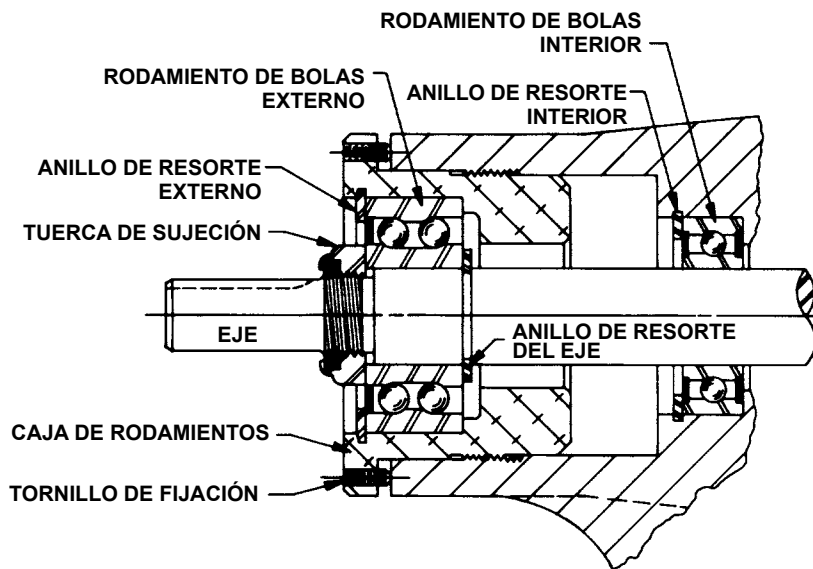

FIGURA 9 – CONJUNTO DE RODAMIENTOS DE EMPUJE DE LOS TAMAÑOS G, GG, H, HJ Y HL
6. Inserte una barra de bronce o un pedazo de madera dura en la abertura del puerto y entre los dientes del rotor para evitar que el eje dé vueltas. Gire la tuerca seguro en sentido contrario al de las agujas del reloj y retire la tuerca seguro. Consulte la **figura 9 ó 10** de la página 6.
7. Suelte los dos tornillos de fijación de la superficie de la caja de rodamientos y gire el conjunto de rodamientos en sentido contrario al de las agujas del reloj y retírelo de la carcasa. Consulte la **figura 9 ó 10** de la página 6.
8. **G, GG, H, HJ, HL:** Retire el anillo de resorte del eje. Consulte la **figura 9** de la página 6
**G, GG, H, HJ, HL:** Retire el anillo de resorte externo de la caja de rodillos y retire el rodamiento de bolas. Consulte la figura 9.
**13. G, GG, H, HJ, HL:** Instale el anillo de resorte del eje en la ranura del eje. Consulte la **figura 9** en la página 6.
**G, GG, H, HJ, HL:** Instale el rodamiento de bolas en la caja de rodamientos con el lado del blindaje hacia el extremo de acoplado del eje. Consulte la **figura 9** de la página 6. Instale el anillo de resorte en la caja de rodamientos para retener el rodamiento de bolas. Este anillo de resorte tiene un borde ahusado para adaptarse a la ranura ahusada de la caja de rodamientos. El borde ahusado se encuentra lejos del rodamiento de bolas.